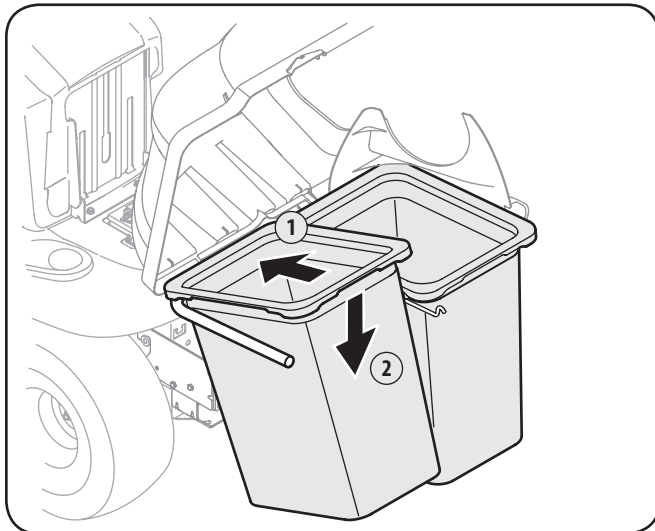

Figure 4-17
7. Installez les deux ensembles de sac à herbe avec les côtés des filets à mailles serrées faisant face vers l'avant, sur les supports de fixation des sacs, en insérant d'abord le bord avant, comme illustré à la Figure 4-17, puis en déposant le bord arrière jusqu'à ce qu'il s'insère dans l'ensemble.